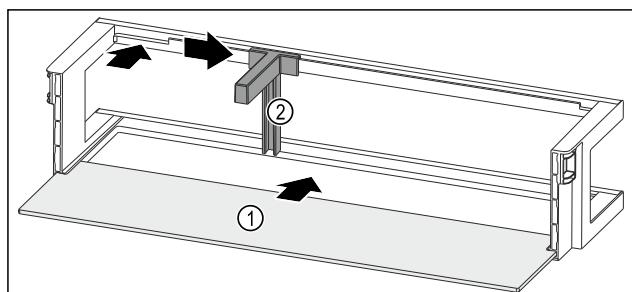

Fig. 92 Odkladací priestor vo dverách s odkladacou plochou
- Zasuňte odkladaciu plochu Fig. 92 (1) do bočných vybraní.
- Vložte držiak fliaš Fig. 92 (2) do vybrania.
- Potlačte držiak fliaš Fig. 92 (2) v požadovanej polohe do strany.